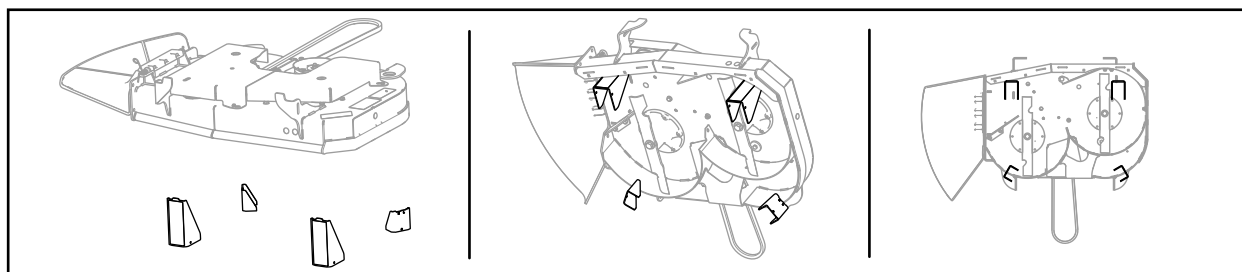

図 2
3. 刈高ブラケットをデッキ本体の下にセットするデッキを下げた時にデッキがブラケットに載るように、置く位置を決めることブラケットの向きについては 図 2と 図 3を参照。